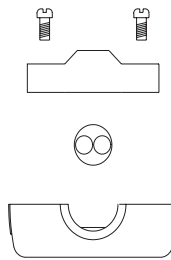

Fig. 4
- 3) Con cables planos el sujetacables se aplica como en la Fig. 4
- 3) Com cabos chatos o prendedor de cabos deve ser aplicado como na Fig. 4
- 3) Med flade kabler skal kabelklemmen anvendes som vist i Fig. 4